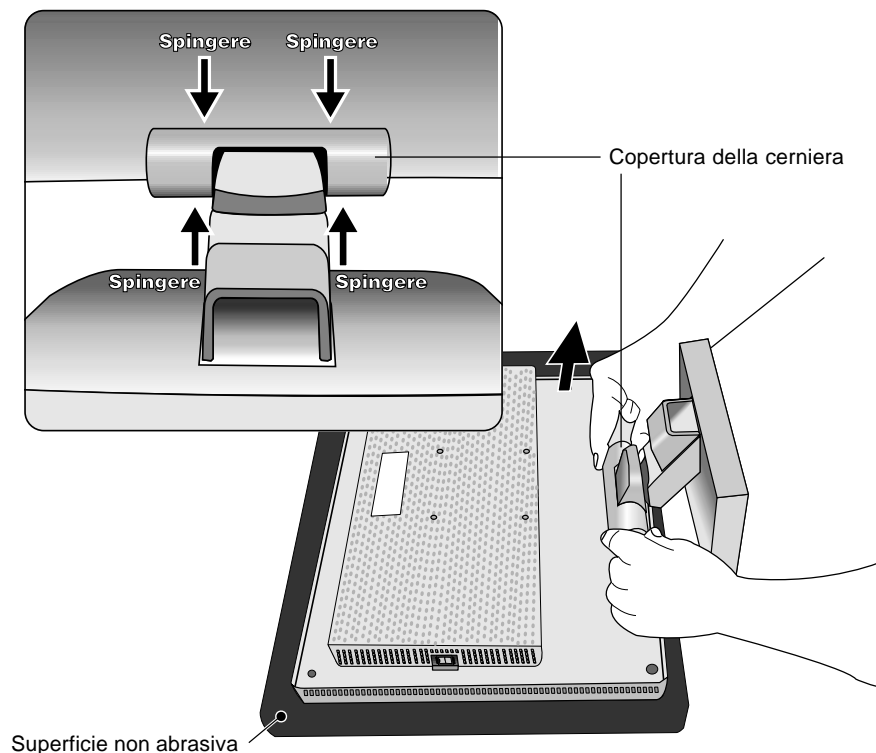

Figura R.1
2. Sistemare il monitor a faccia in giù su una superficie non abrasiva (**Figura R.1**).
3. Rimuovere la copertura della cerniera (**Figura R.1**).